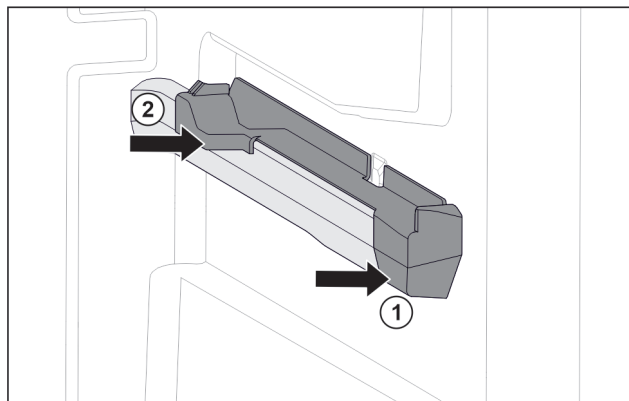

Fig. 94 Élément emboîtable sur la nervure de récipient droite
- Poser le devant de l'élément emboîtable contre la nervure de récipient. Fig. 94 (1)
- Enfonce l'arrière de l'élément emboîtable. Fig. 94 (2)